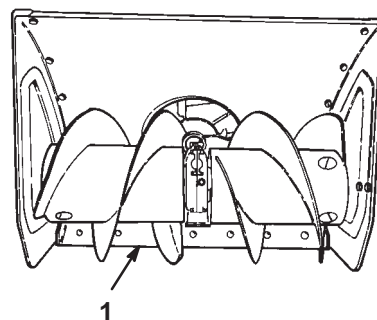

**Bild 8**
1. Führen Sie eine 2,5 cm Schlossschraube in das Installationsloch des Getriebeprofiles (Bild 8).
2. Bringen Sie das Schneckengetriebe am Profilteil an, richten Sie die Öffnungen entsprechend aus und führen Sie die Antriebsstange für den Auswurf durch das Profilteil und das Getrieberad (Bild 8).
3. Bringen Sie das Schneckengetriebe und das Profilteil mit Schlossschraube, Flachscheibe und Sicherungsmutter lose am Montageflansch an (Bild 8).